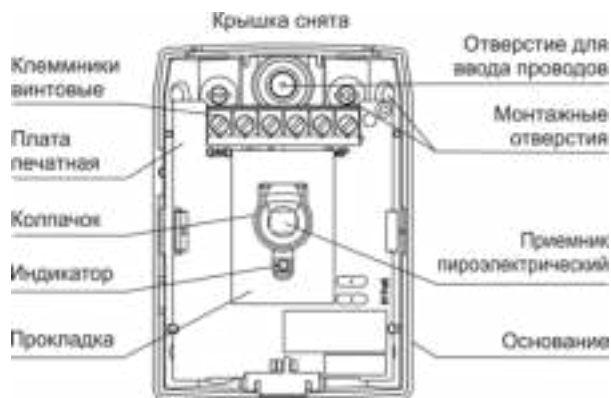

Рисунок 3
**5.1** Конструктивно извещатель выполнен в виде блока, состоящего из основания и съемной крышки. Внутри блока смонтирована печатная плата с радиоэлементами и клемниками винтовыми для внешних подключений (рисунок 3).